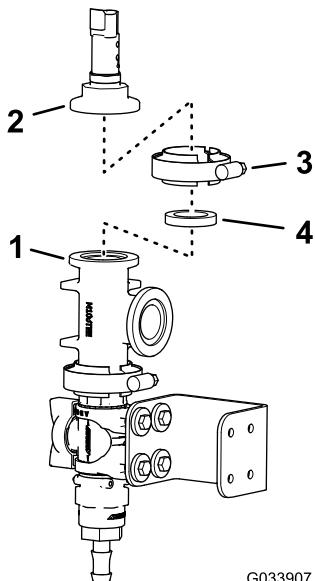

图 30
6. 如 图 30 中所示将压力传感器的凸缘与 T 形接头的凸缘对齐。
7. 用垫片和法兰夹具把压力传感器组装到 T 形接头上并用手拧紧夹具 图 30。